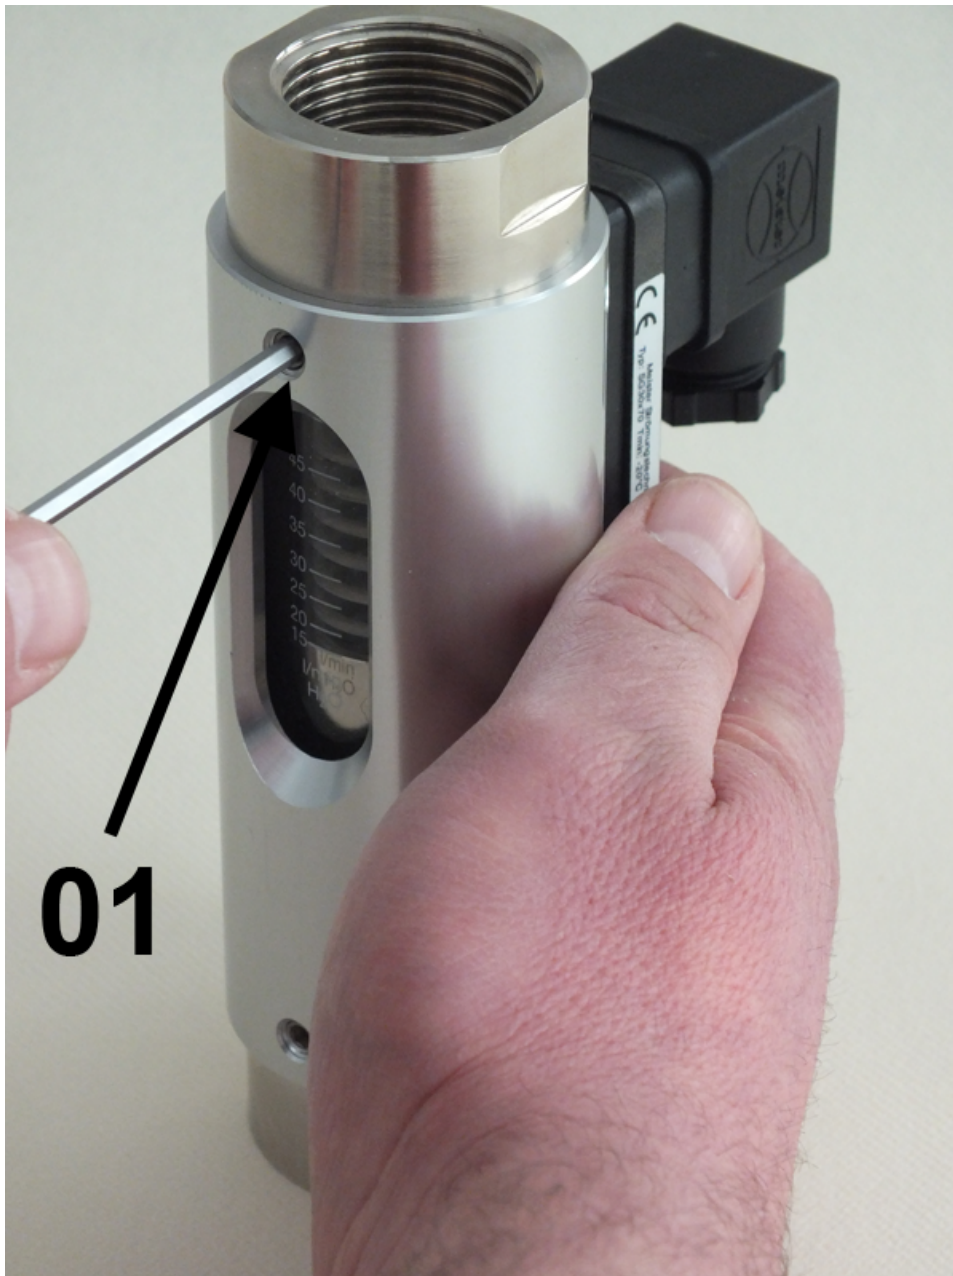

Abb. 41: Schrauben lösen
1. ➤ Obere 3 Innensechskantschrauben (Abb. 41/01) mit einem Sechskant-Schraubendreher lösen